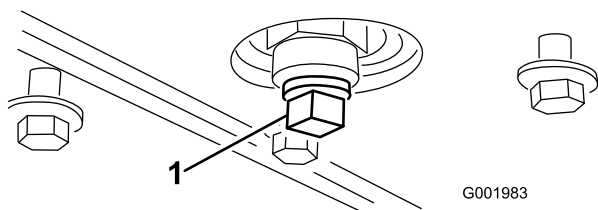

Figura 47
5. Retire o tampão de escoamento (Figura 47).